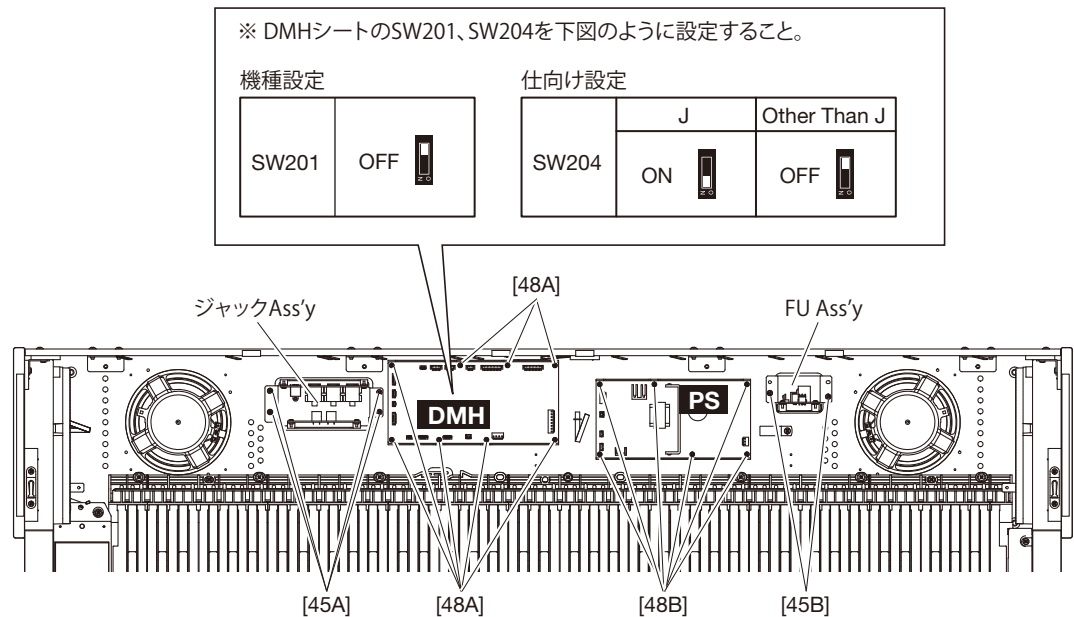

図 3
2. 次のネジを外すことにより、基板、各アッセンブリを外すことができます。(表 2、図 3)